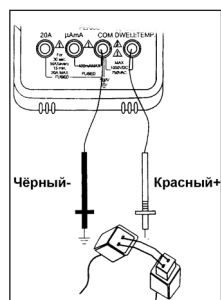

Рис. 3
- Подключите красный щуп к соленоиду инжектора с помощью кабельной перемычки, черный щуп – к заземлению или к отрицательному полюсному штырю аккумуляторной батареи (см. рис. 3).